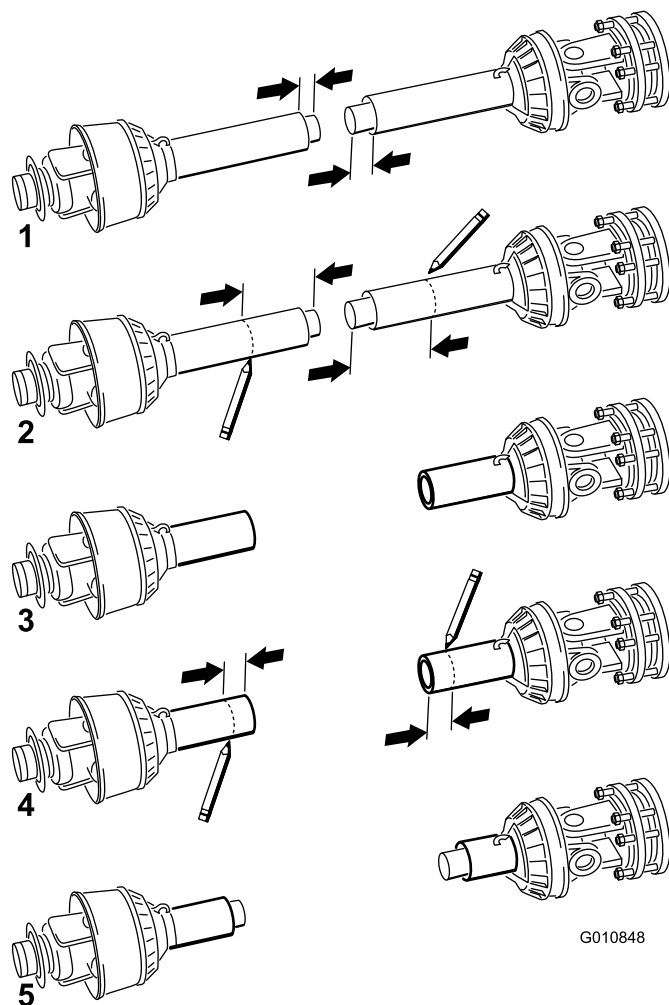

图18
11. 将 PTO 轴的两半分开（图18，图示 1）。
12. 测量从各个管的端部到其安全护罩的距离（图18，图示 1）。记录此距离。
13. 使用在步骤 8 中确定的尺寸，从每个 PTO半轴找到、标记并截短护罩和轴管（图18，图示 2 和 3）。
14. 使用在步骤 11 中确定的尺寸，找到、标记并截短安全护罩，露出轴管（图18，图示 4 和 5）。